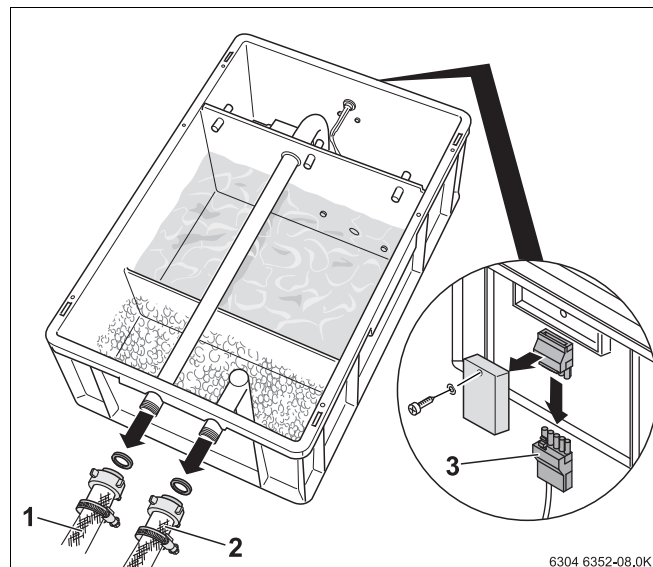

Рис. 9 Проведение технического обслуживания
- Выньте соединительный штекер устройства нейтрализации (рис. 9, поз. 3).
- Отключите электропитание устройства нейтрализации. Для этого выньте соединительный штекер (рис. 9, поз. 3).
- Отсоедините оба шланга (рис. 9, поз. 1 и 2) от нейтрализатора.
- Подключите провод (рис. 9, поз. 3) к устройству нейтрализации.